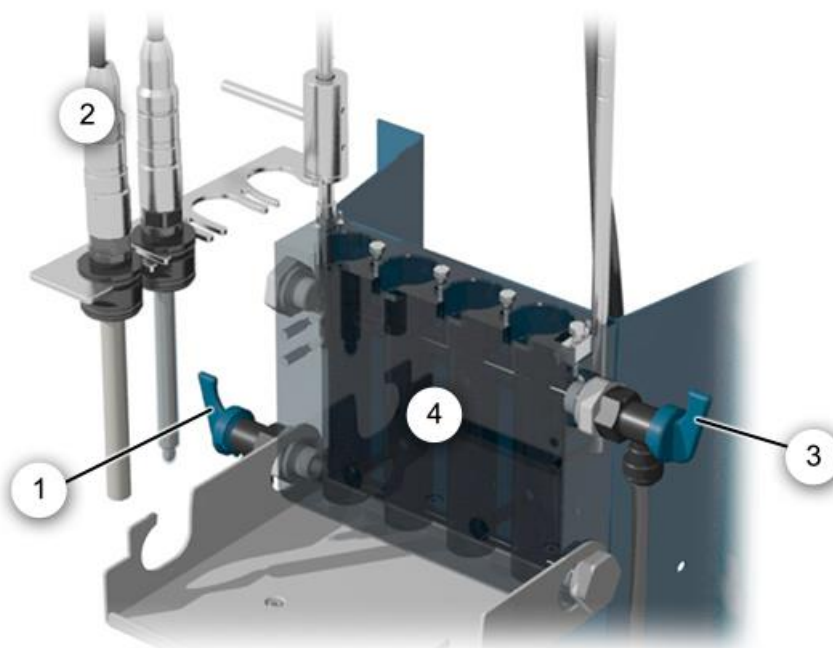

Figure 18: Bloc de mesure AquaMaster
2.	Retirer tous les sondes du bloc de mesure et les positionner sur le verrouillage (Figure 18, position 2). i Plonger les pointes de mesure des sondes de pH et de conductivité dans un récipient d'eau pour éviter qu'ils sèchent. Ne pas utiliser de l'eau distillée mais de l'eau du robinet propre.
3.	Retirer le flexible du robinet d'alimentation d'eau du bloc de mesure (Figure 18, position 1), puis ouvrir le robinet d'alimentation et laisser le bloc se vider dans un récipient.
4.	Nettoyer le bloc de mesure (Figure 18, position 4) à l'aide d'un goupillon.
5.	Remettre en place le flexible d'alimentation (Figure 18, position 1).